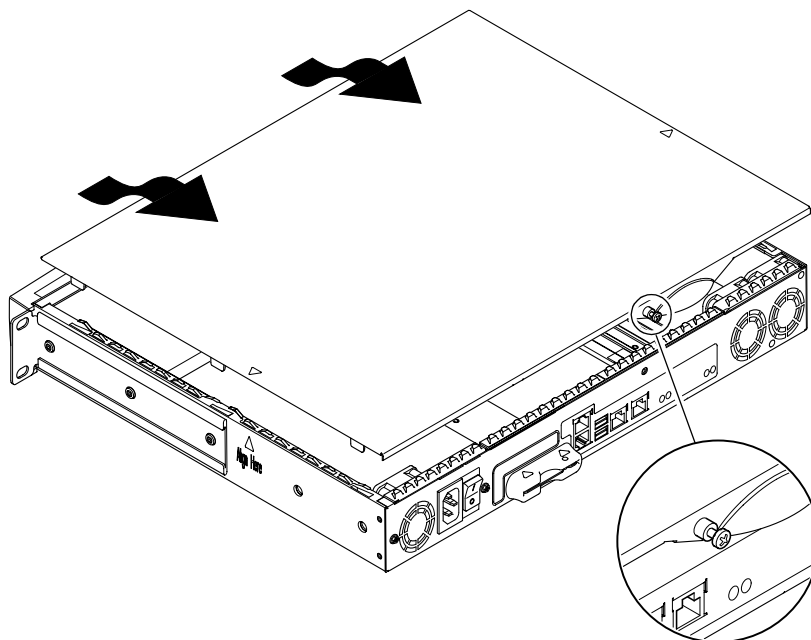

FIGURA 8-3 Cómo retirar la cubierta superior
2. Desatornille el tornillo de captura de la parte posterior de la unidad (consulte la FIGURA 8-3).